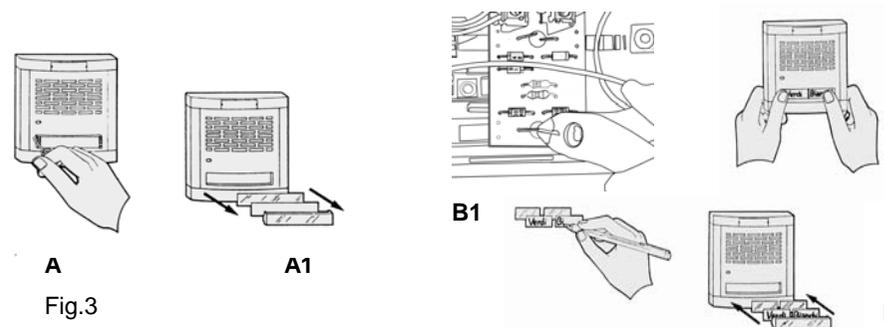

Fig.3
Les platines B-fast sont fournies avec la touche d'appel pré-configurée en version BI-FAMILLE (**fig. 3 B page 14**). Pour modifier cette configuration et rendre le groupe mono-utilisateur (**fig. 3 A page 14**), suivre la procédure suivante :
Pour que le système fonctionne correctement, se rappeler de configurer les modules touches (simple ou double) et les brancher ensuite au module d'extension selon leur configuration. Voir TRANSFORMATION TOUCHE DE INDIVIDUEL A DOUBLE (**fig. 3 B – B1**)
Les modules touches sont fournis avec une configuration des touches de type mono-utilisateur (**fig. 3 à la page 14**) avec une étiquette unique. La pression de la touche aussi bien de la partie droite que de la partie gauche déclenchera l'appel sur la borne P1 et sur la borne P2. Cette configuration ne permet la connexion que d'un utilisateur par touche et le câblage des fils d'appel ne doit être exécuté que sur les bornes IMPAIRES (P1 P3 P5 P7).
Pour configurer la touche d'utilisateur unique à double utilisateur (**fig. 3 B page14**), il faut procéder aux deux opérations suivantes.
Pour la transformation de la touche d'individuel à double, opérer selon les indications des figures (**fig.3 A –B page 14**).
4.12 INSTALLER LES PORTE-ETIQUETTES DES NOMS SUR LA TOUCHE (FIG. 3-A ET B PAGE 14).